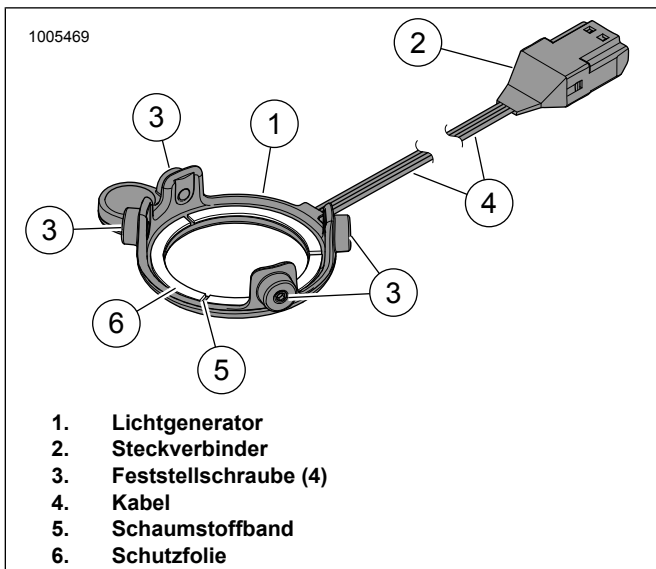

Abbildung 1. LED-Beleuchtung, Runde Stage I-Lautsprecher
3. Siehe Abbildung 1. Die Schutzfolie (6) vom Schaumstoffklebeband (5) auf der Rückseite des Lichtgenerators (1) abziehen.